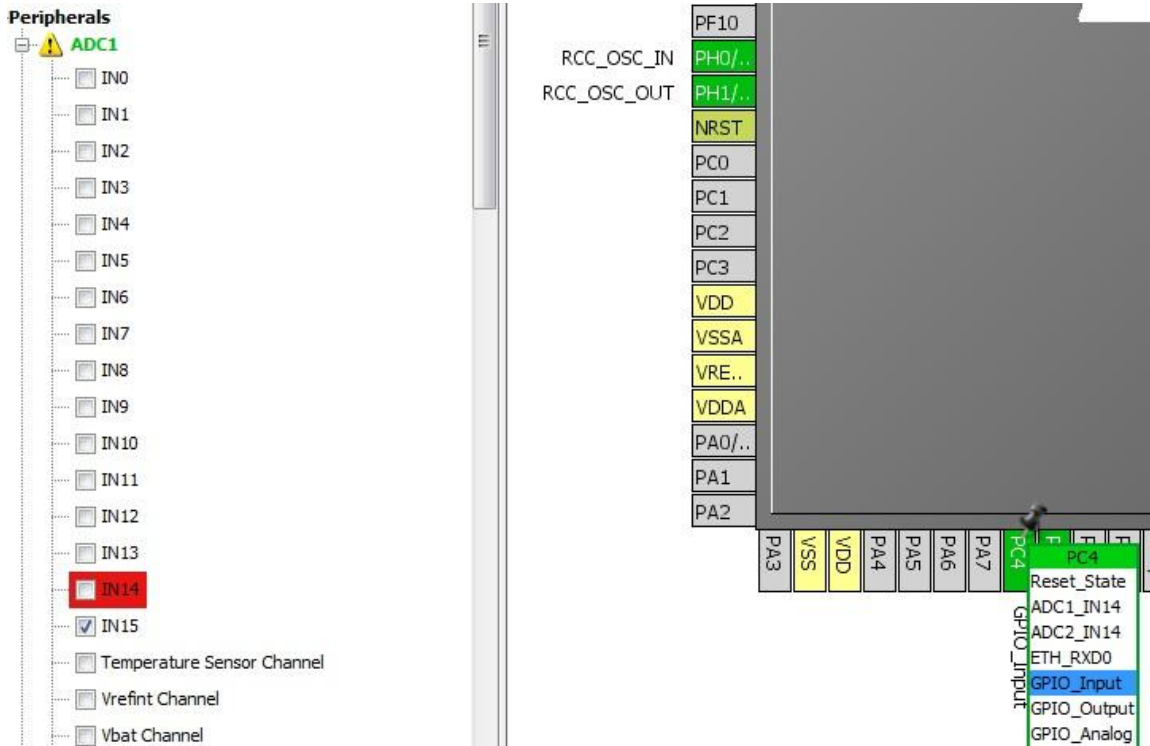

Рисунок 4.5 – Конфігурування виводів МК *STM32F429ZGT6* (ADC1)
4. Активуємо 15-й вхід АЦП1 в якості зовнішнього переривання (рисунок 4.5).